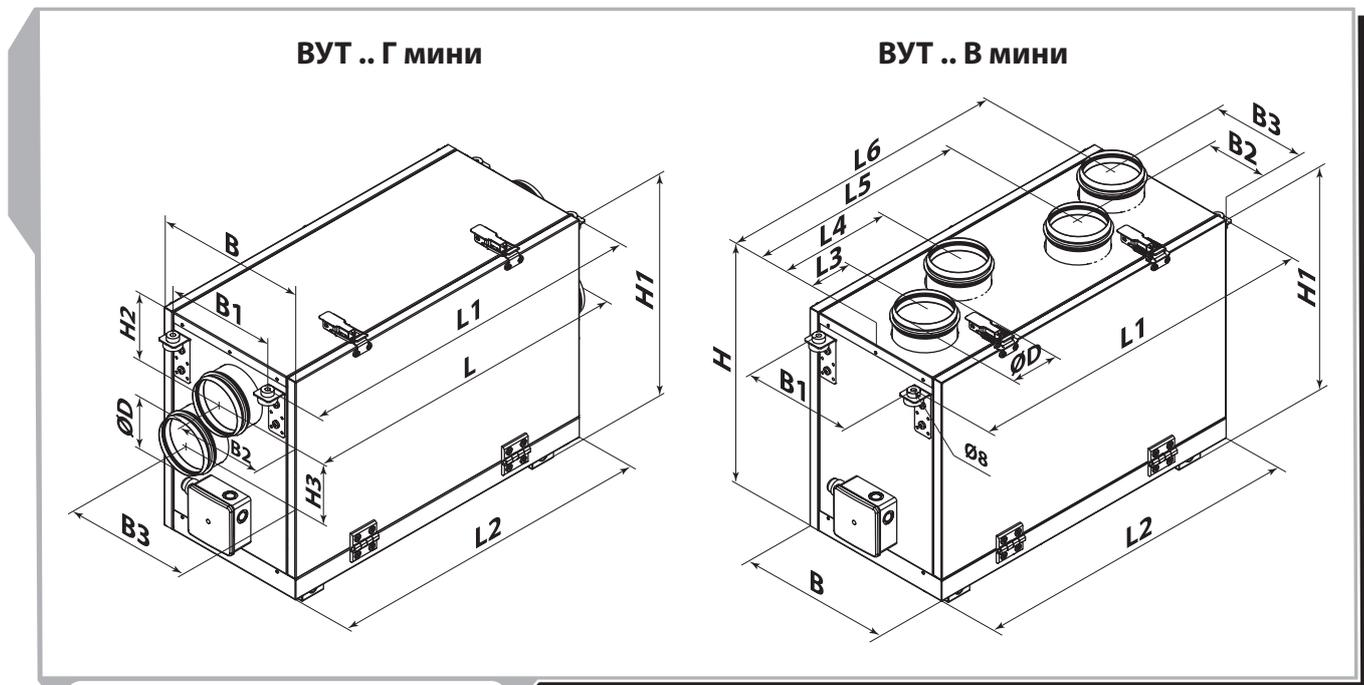

Рис. 1. Габаритные размеры установок
Основные габаритные и присоединительные размеры, внешний вид и технические параметры указаны на рис. 1, и в табл. 1, 2.
**Предусмотрите зону обслуживания и смотровой люк для обслуживания воздушных фильтров, рекуператора и вентиляторов. Для каждой установки предусмотрите отдельный люк. Более подробная информация приведена на габаритном чертеже (см. рис. 1).**